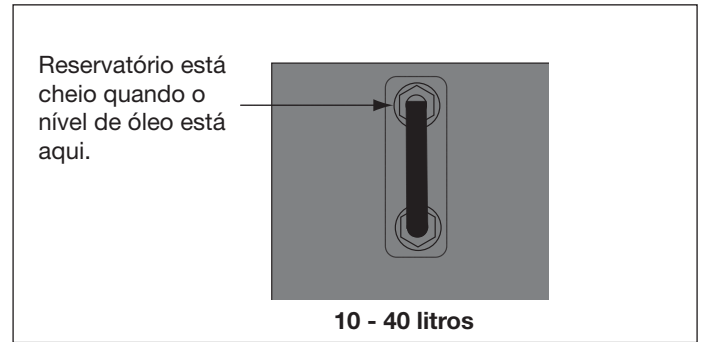

Figura 4
6. Abasteça o reservatório com óleo hidráulico Enerpac novo. O reservatório está cheio quando o nível de óleo está na metade do visor do manômetro. (ver figura 4).